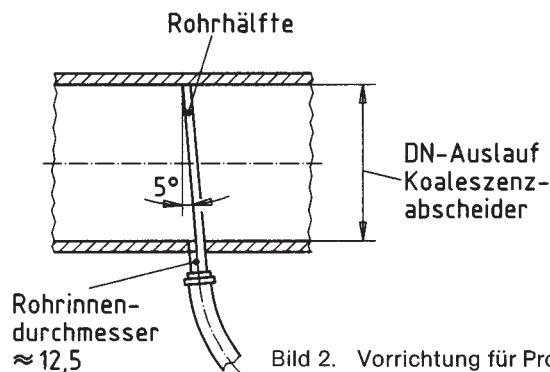

Bild 2. Vorrichtung für Probenahme
**4 Probenahme und Probenauswertung****4.1 Ort der Probenahme** (siehe Bild 2)